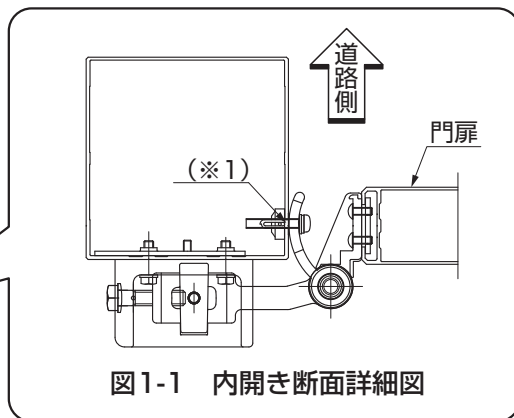
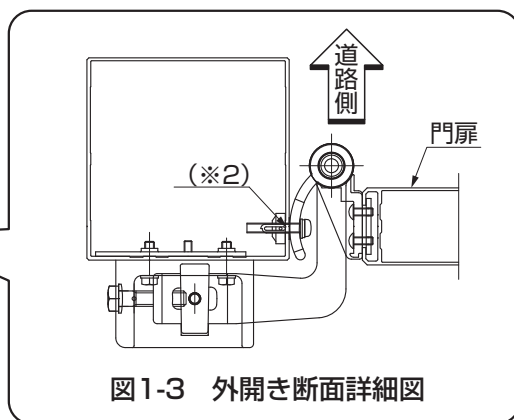

図1-1 内開き断面詳細図
図1-3 外開き断面詳細図
- 門柱へのφ9孔加工は、調整金具固定部品が突き当たる位置(*1、*2)に開けてください。(図1-1、図1-3参照)